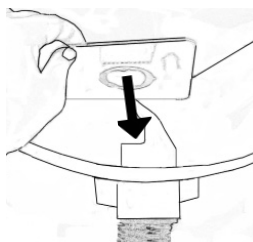

Fig. 25
1. Montar la pestaña de cartón de la bolsa con un orificio en el soporte de la bolsa, Fig. 25.